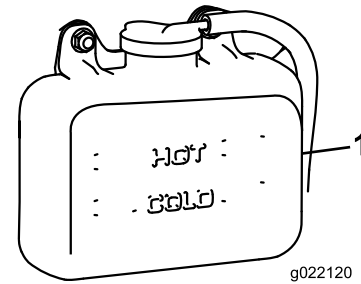

Figure 75
1. Vérifiez le niveau du liquide de refroidissement dans le vase d'expansion (Figure 75).